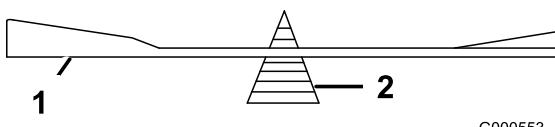

Figura 56
- Verifique o equilíbrio da lâmina colocando-a num equilibrador de lâminas (Figura 56).